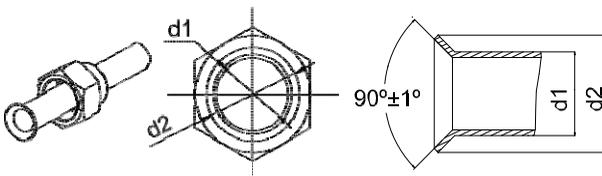

Fig.12
- (1). Coupez le tuyau de connexion à l'aide d'un coupe-tubes puis nettoyez les bavures.
- (2). Maintenez le tuyau vers le bas pour éviter des coupures lors de l'entrée du tuyau.
- (3). Retirez les écrous évasés de la vanne d'arrêt de l'unité extérieure et du sac d'accessoires de l'unité intérieure, puis insérez-les dans le tuyau de connexion ; évasez ensuite le tuyau de connexion à l'aide d'un outil d'évasement.
- (4). Vérifiez que l'évasement soit uniforme et qu'il n'y ait pas de fissures (voir Fig.12).